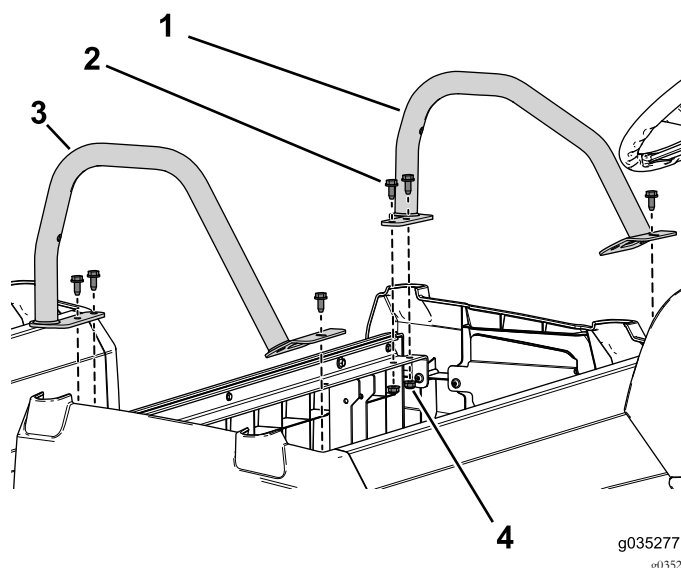

図 51
3. 車両の前座席ベースに、左右の腰部ガードを固定するフランジボルト3/16 x 3/4 インチ6本とフランジナットを使う 図 51。